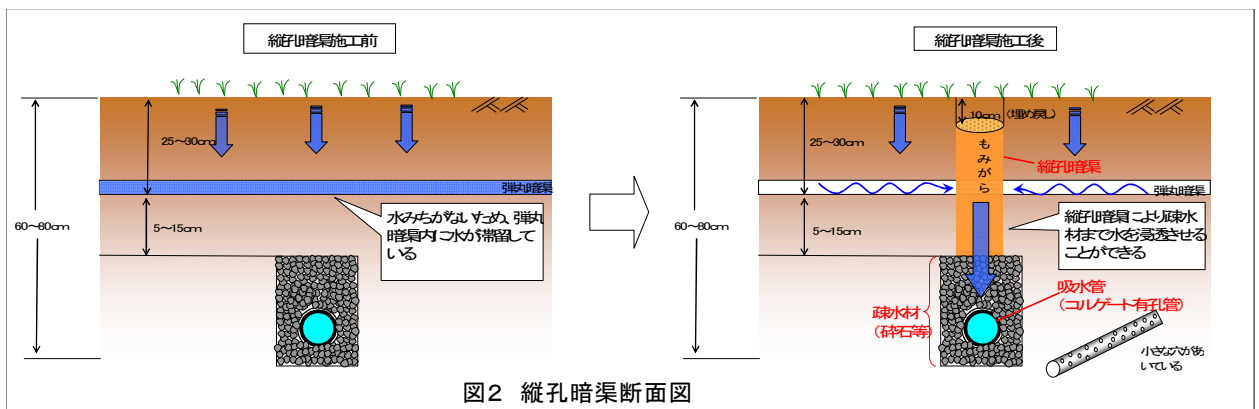
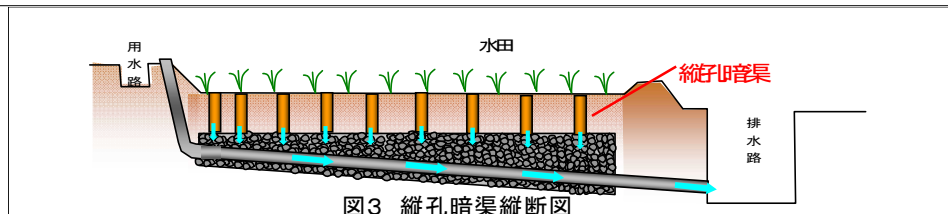

図2 縦孔暗渠断面図
図3 縦孔暗渠縦断面図
4. 縦孔暗渠の施工は、エンジン式オーガで直径15cmの縦穴を暗渠疎水材まで掘り、内部に籾殻を投入して充填したもので、疎水材までの深さ30cmに必要な籾量は1kg程度、作業時間は1穴約5分程度で表土の埋め戻しまで完了できる(図2、図3、表3)。